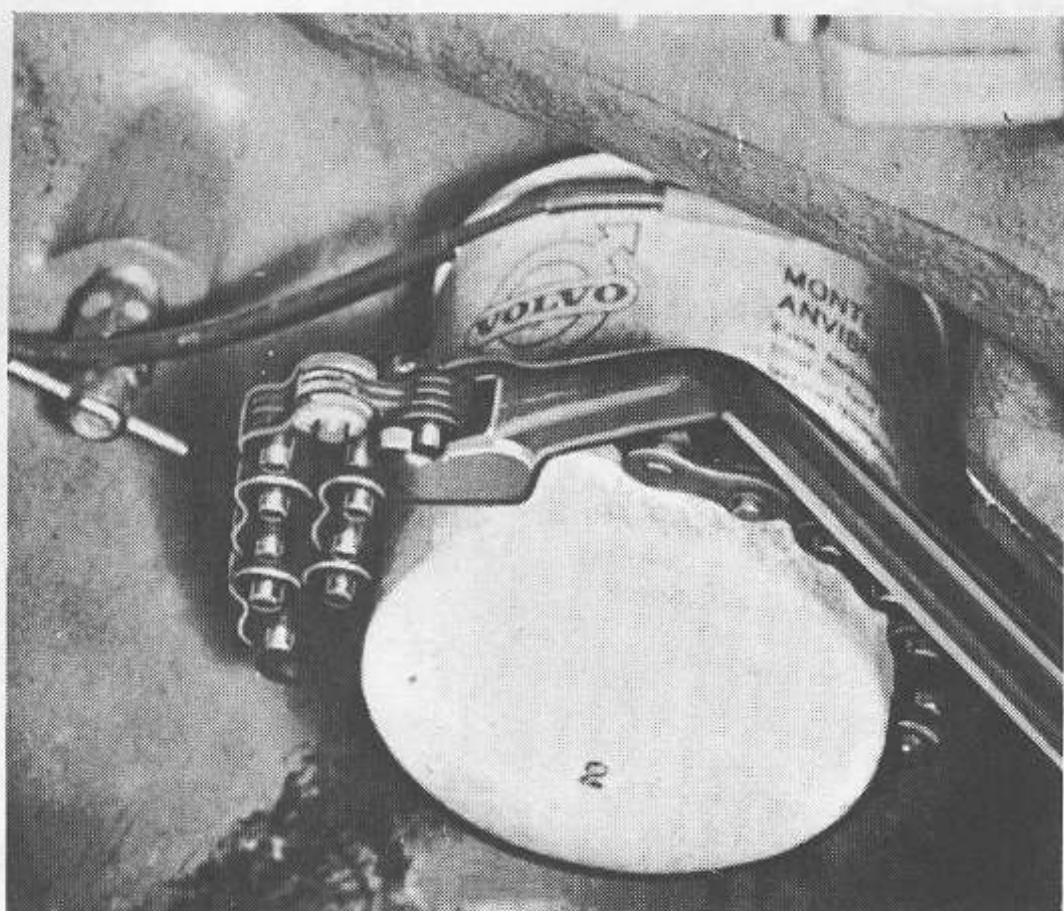

Bild D5 Verktöget för demontering av oljefilter
1. Demontera det gamla filtret med hjälp av ett verktyg, enligt bild D5.